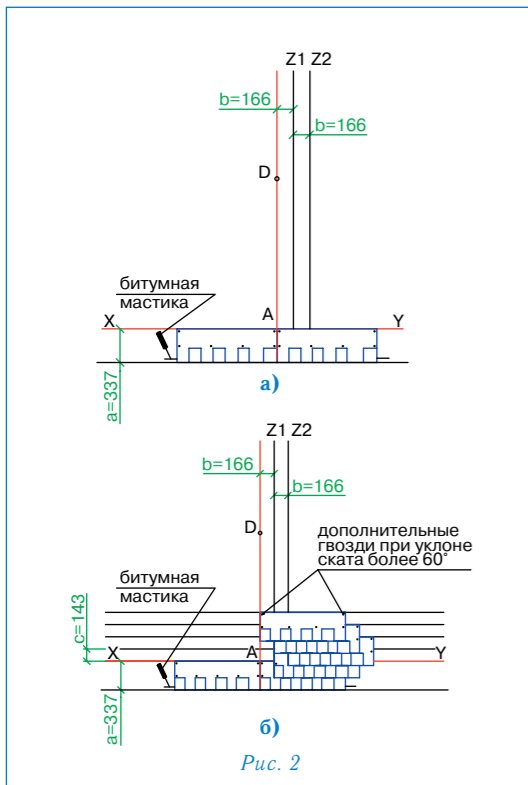

Рис. 2
Укладка материала (рис. 2)
- первый ряд черепицы укладывается от линии AD (рис. 2а);